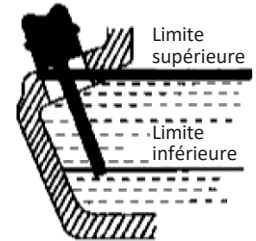

Fig. 3
**Avertissement : Le niveau d'huile doit toujours être à la limite supérieure. (Figure 3)**